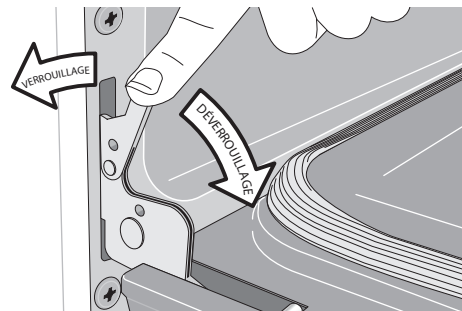

Figure 19 : Verrous des charnières de la porte
2. Abaissez complètement les verrous des charnières de gauche et de droite du cadre de la cuisinière vers la porte du four (voir Figure 19). Vous pourriez avoir besoin d'un petit tournevis à tête plate.
4. Poussez les verrous des charnières de droite et de gauche vers le haut et dans le cadre du four jusqu'à ce qu'ils soient en position verrouillée (voir Figure 19).